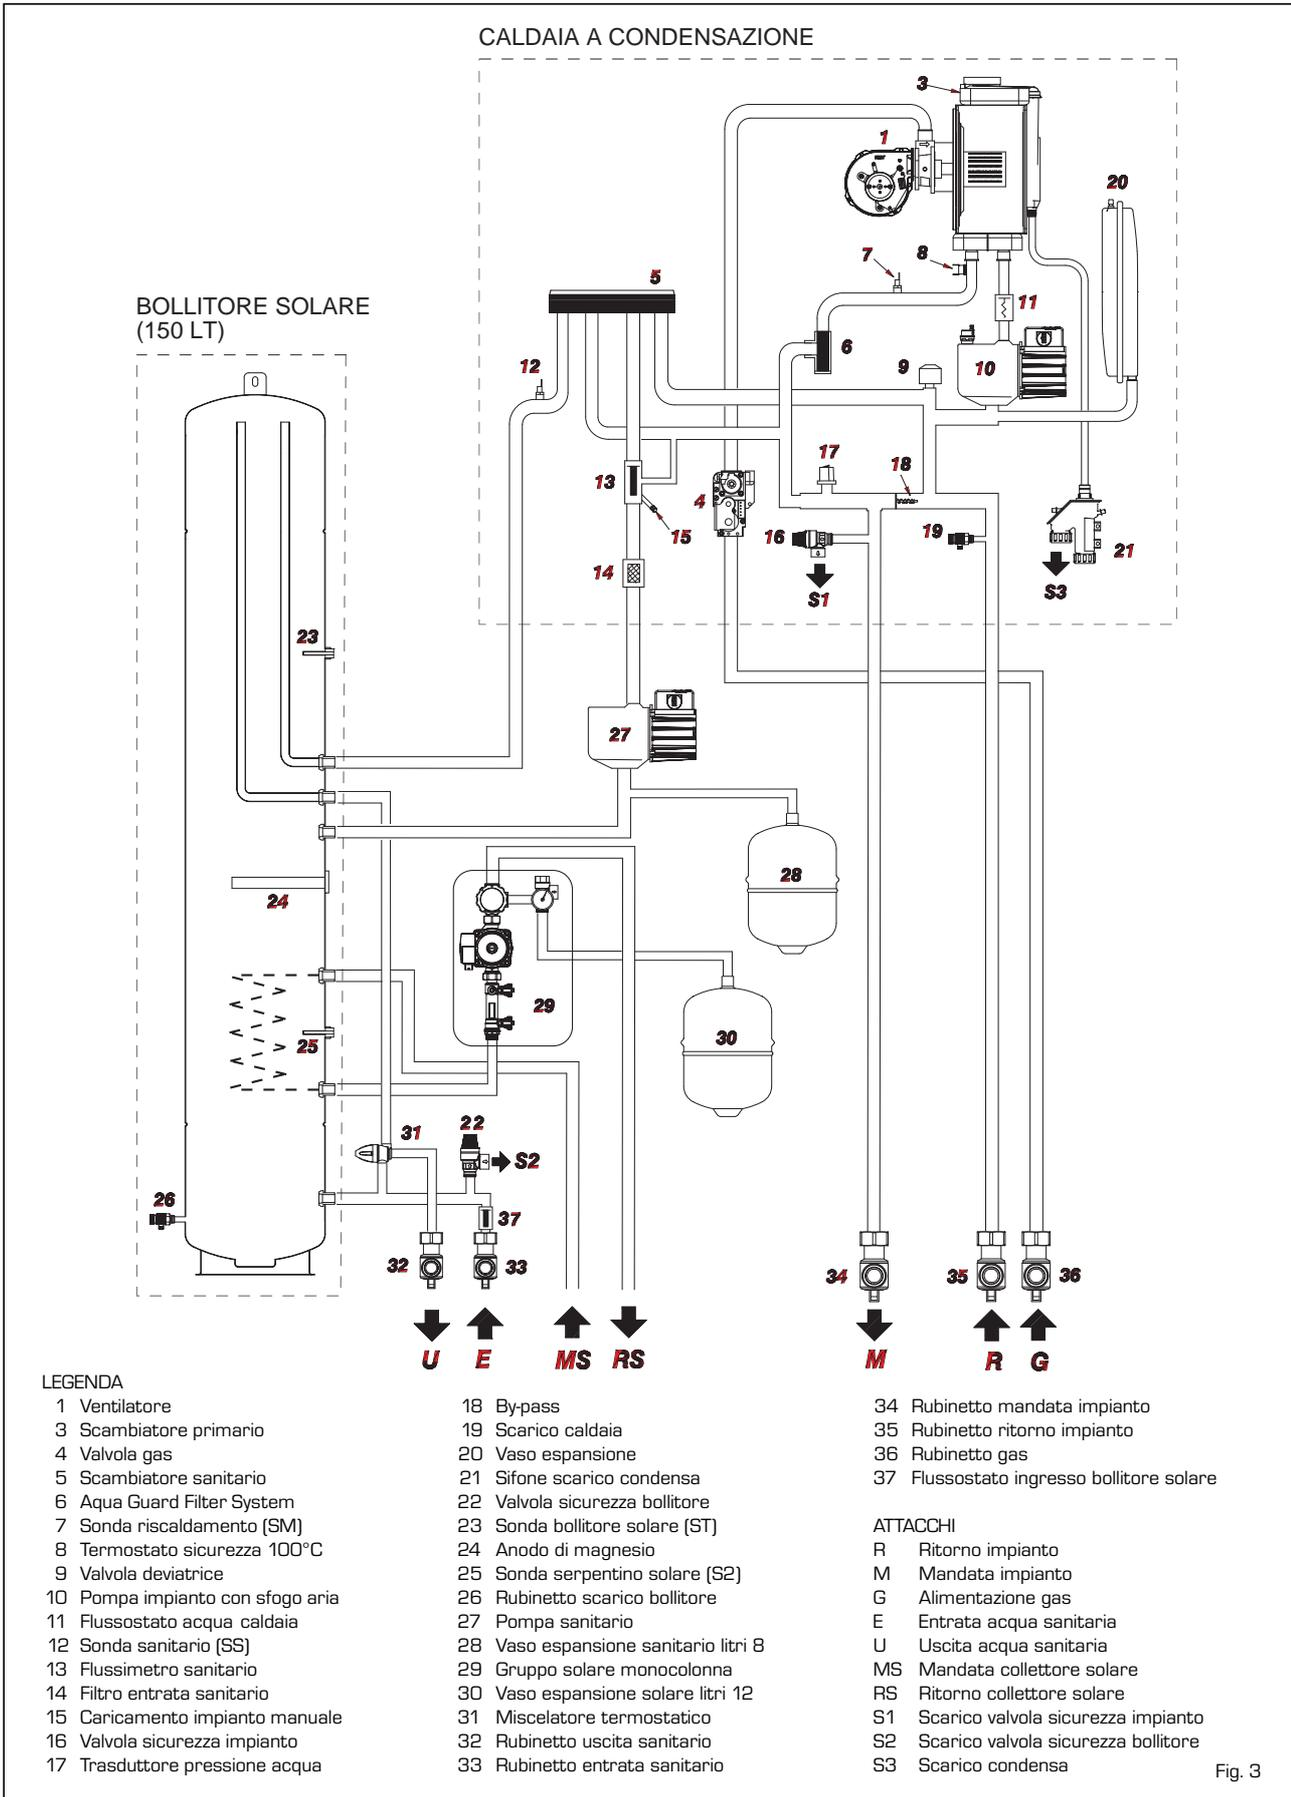

Fig. 3
1.4.1 OPEN SOLAR HE (fig. 3)
1.4.2 OPEN SOLAR HE con kit opzionale due zone alta temperatura cod. 8100780 (fig. 3/a)